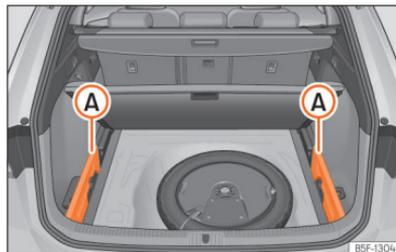

Abb. 181 Im Gepäckraum: Aufnahme zum Verstauen der aufrollbaren Abdeckung.
- Entfernen Sie die Abdeckungen links und rechts »» (Abb. 181) (A).